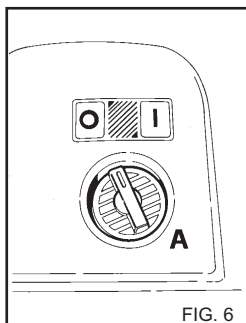

FIG. 6
2) Включите мойку, откройте кран подачи моющего средства, рис. 6В, на пистолете включите подачу моющего средства, и нанесите его на поверхность, распределяя снизу вверх. Оставьте на несколько минут для воздействия моющего средства.